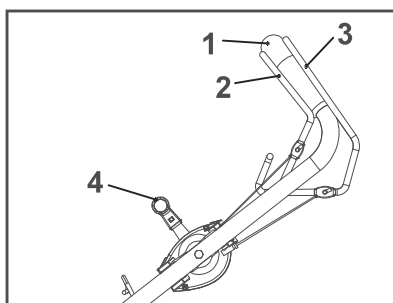

Fig. 14
A alavanca de velocidades (4) está posicionada no guidador superior esquerdo (1). É utilizado para controlar a velocidade de marcha com autopropulsão (Fig. 14) sob a função de autopropulsão.
1. Segure a alavanca do travão (2) e a alavanca de autopropulsão (3) contra o guidador superior (1).
2. Ajuste a alavanca de velocidades (4) para cima para aumentar a velocidade de marcha com autopropulsão.
3. Ajuste a alavanca de velocidades (4) para baixo para diminuir a velocidade de marcha com autopropulsão.